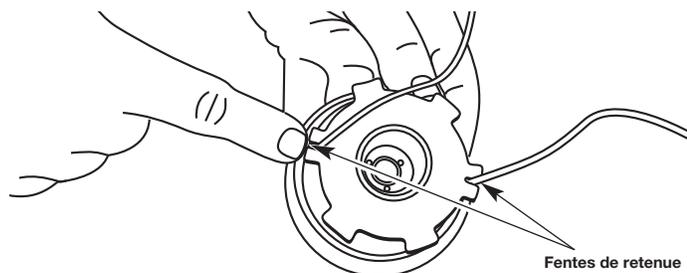

Fig. 33
- Insérez les extrémités du fil dans les deux fentes de retenue (Fig. 33).